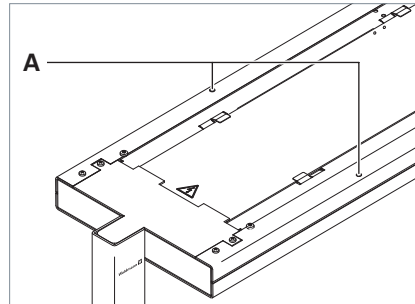

Fig. 11: Ajuster la tête du luminaire.
- ▶ Pour soulever la tête du luminaire, tournez les vis de réglage **A** dans le sens inverse des aiguilles d'une montre, voir Fig. 11.